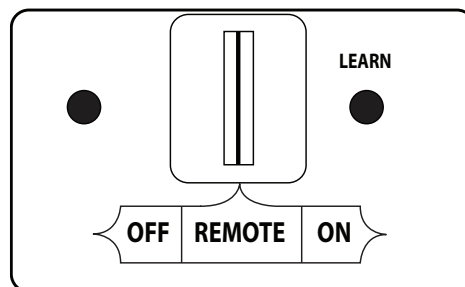

Fig. 28-2 Détail récepteur de télécommande (REMOTE)
1. Assurer la veilleuse est allumée. Ensuite, localisez le commutateur à 3 positions sur le récepteur de la télécommande (voir Fig. 28-2), Et faites glisser le commutateur sur la position **REMOTE**.